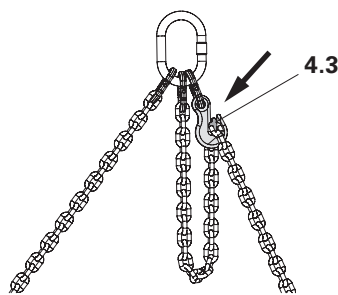

Fig. 18
3. Prendere il rispettivo anello (4.3) e inserirlo nel gancio accorcia catena (4.2). (Fig. 18)